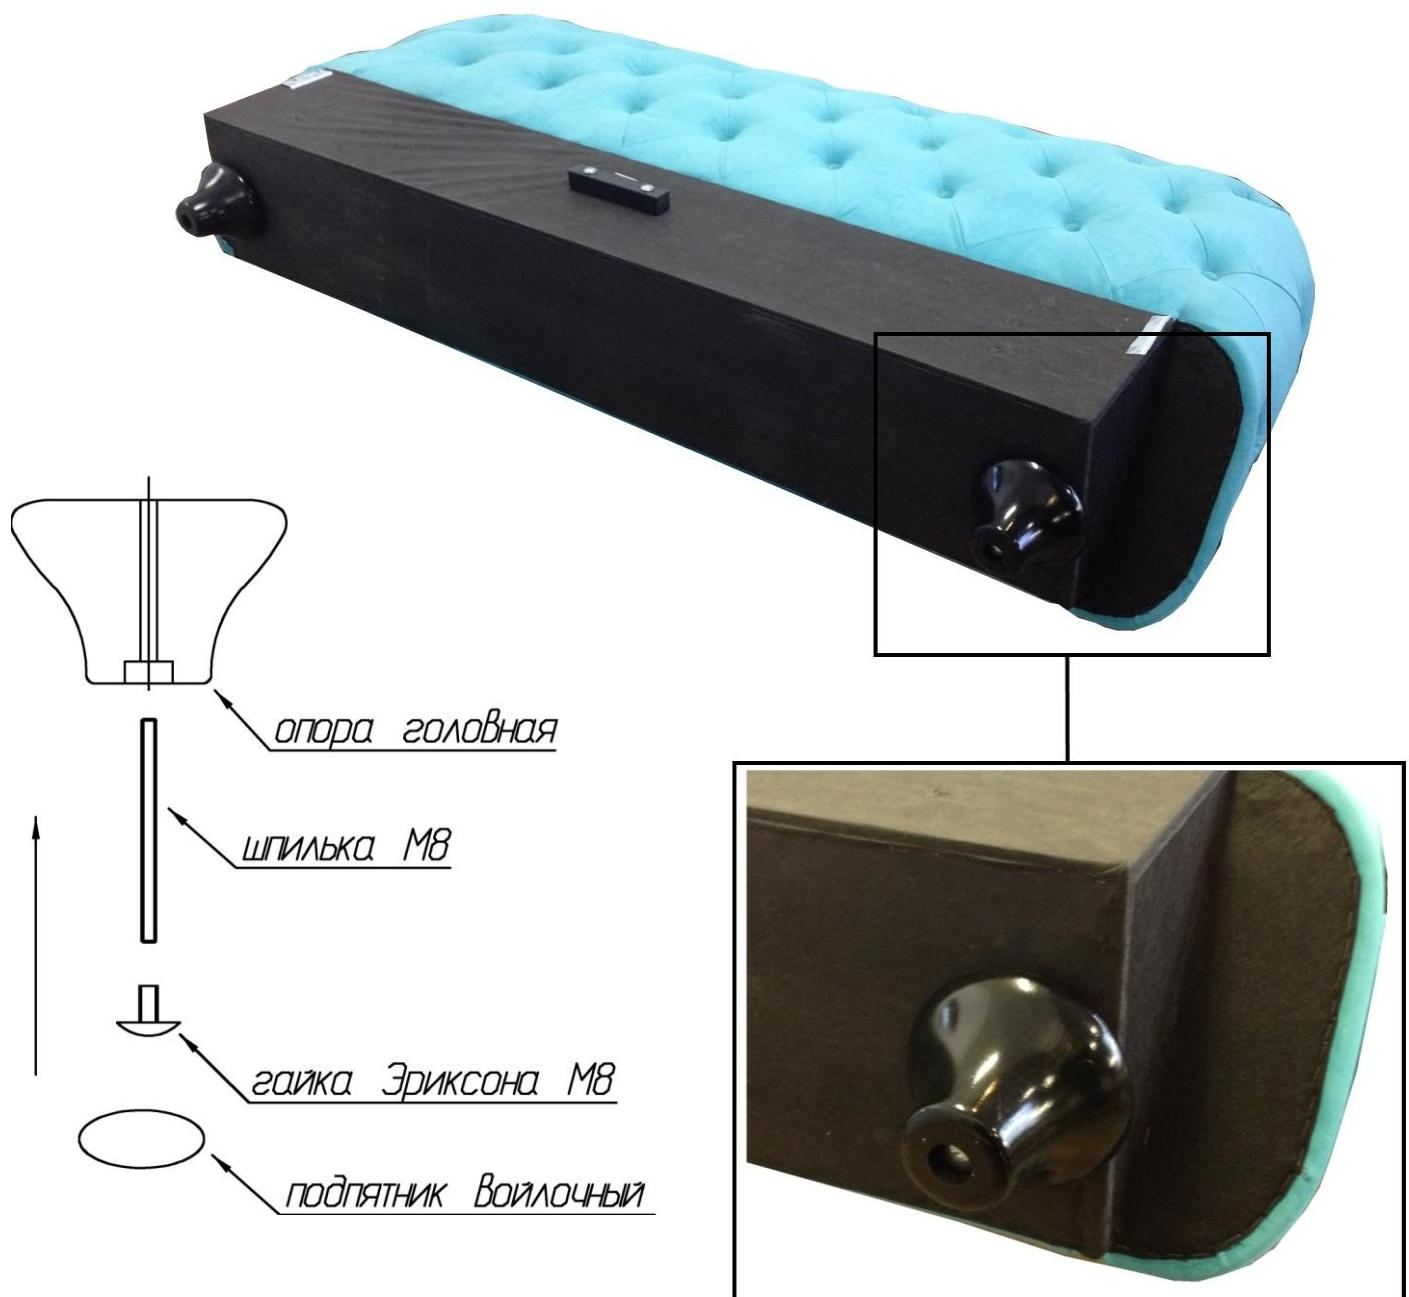

Рис. 1
1. Установить головные опоры на спинку кровати (рис.1).